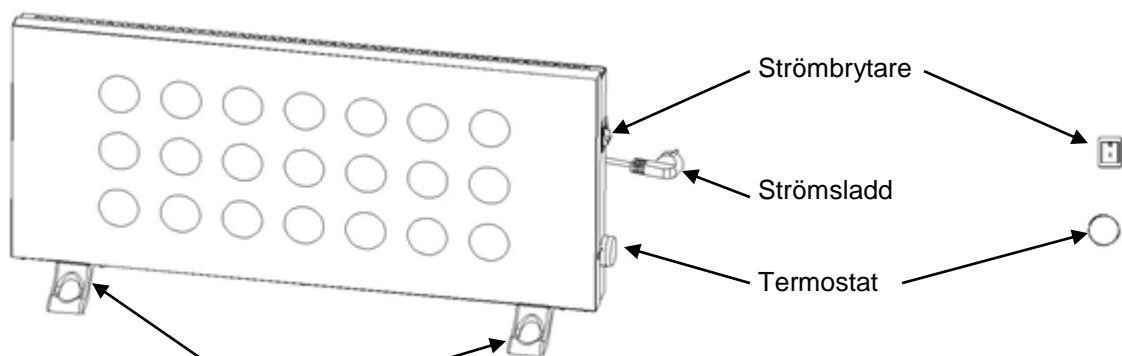

Fig. 8-a
- 4) Sätt på värmen genom att trycka på strömbrytaren som sitter på sidan utav värmeelementet. När värmeelementet är på, är värmeeffekten 1000W. Fig.8